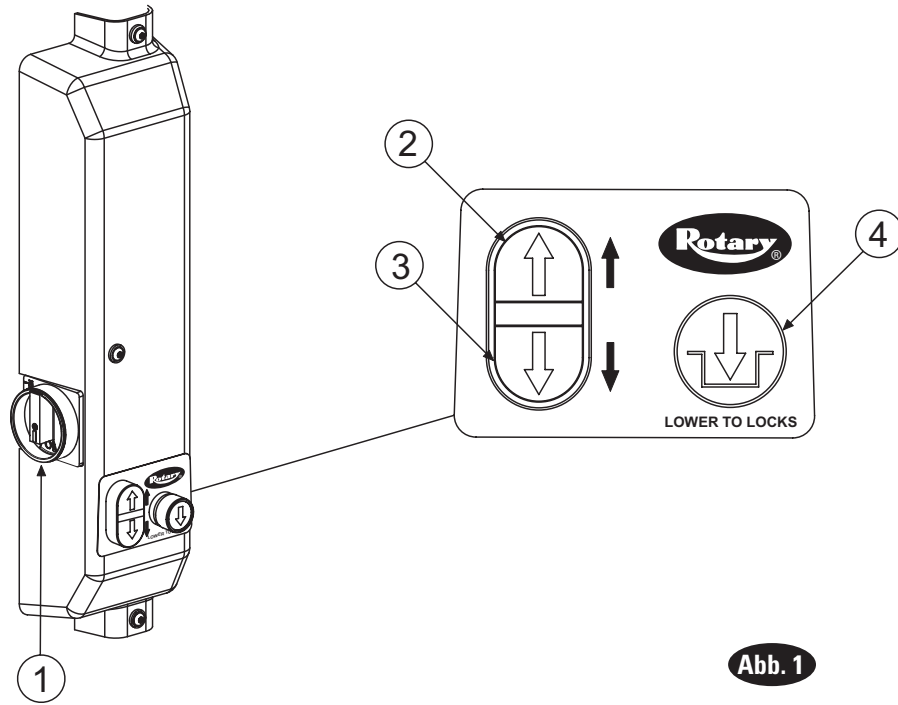

Abb. 1
- Den  Schalter betätigen (Abb.1), um Hebebühne auf die Klinken (Latches) abzusenken, wenn die gewünschte Höhe erreicht ist.